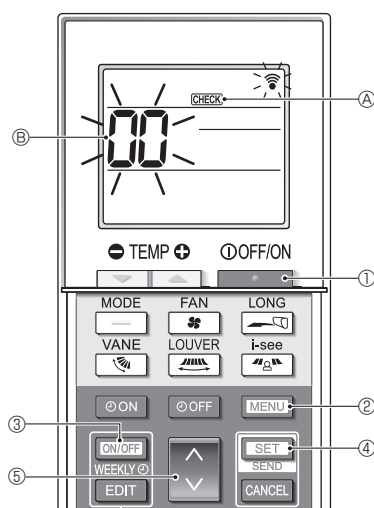

Fig. 7-6
■ Auto-vérification (Fig. 7-6)
- Appuyez sur le bouton **ON/OFF** ① pour arrêter le climatiseur.
- Si la minuterie hebdomadaire est activée (**WEEKLY** est affiché), appuyez sur le bouton **ON/OFF WEEKLY** ③ pour la désactiver (**WEEKLY** disparaît).
- Appuyez sur le bouton **MENU** ② pendant 5 secondes.
- CHECK** ④ s'allume et l'appareil entre en mode auto-vérification.
- Appuyez sur le bouton **↓** ⑤ pour sélectionner l'adresse de réfrigérant (adresse M-NET) ⑥ de l'appareil intérieur pour lequel vous voulez effectuer l'auto-vérification.
- Appuyez sur le bouton **SET** ④.
- Appuyez sur le bouton **ON/OFF** ①.
- CHECK** ④ et l'adresse de réfrigérant (adresse M-NET) ⑥ s'éteignent et l'auto-vérification est terminée.